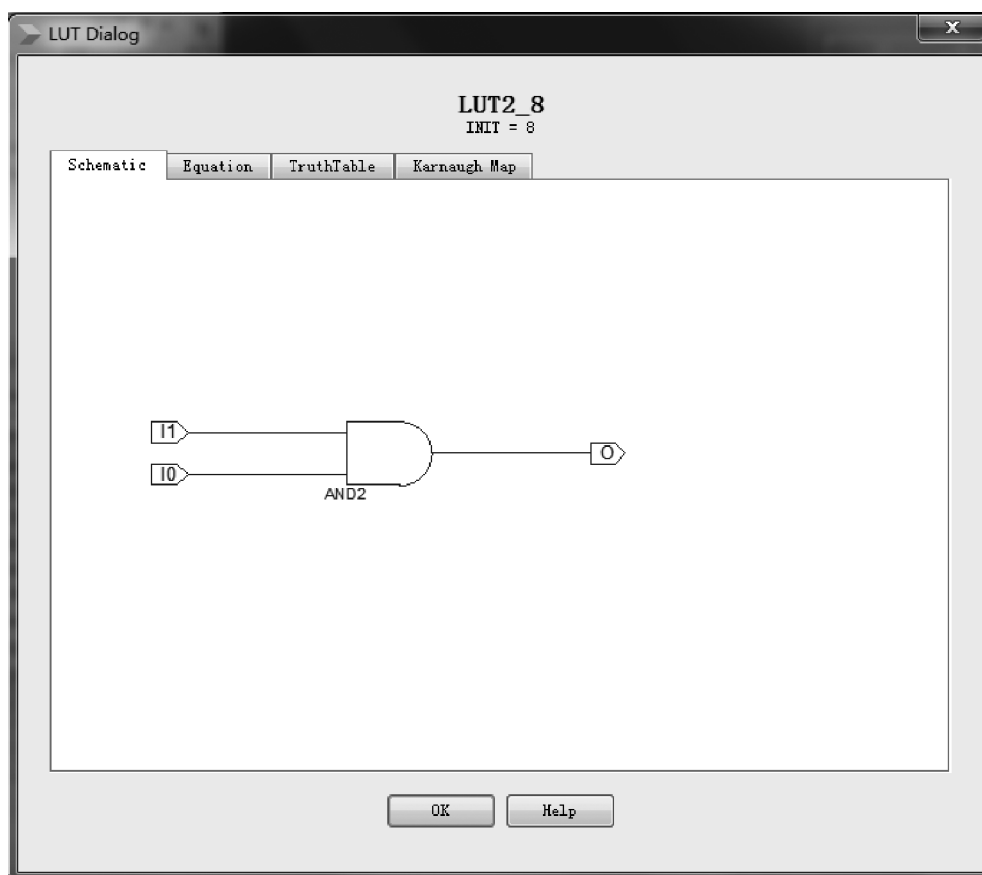

图 3.26 LUT 内部结构
(10) 双击其中一个 LUT 图标, 打开如图 3.26 所示界面。
(11) 在图 3.26 所示的界面内, 单击 Equation 标签。